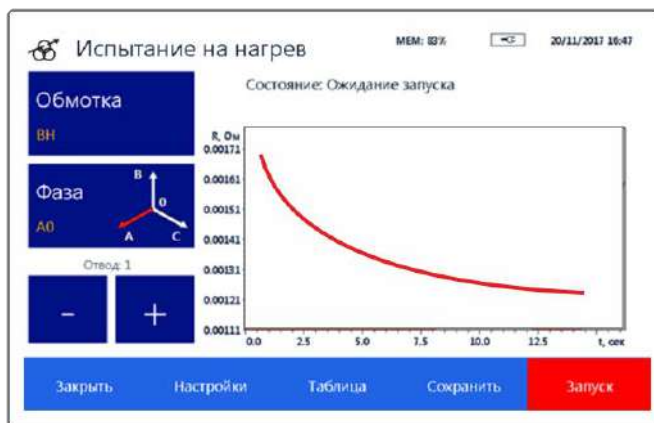

Рисунок 33 – Окно испытания на нагрев
- проверяемую обмотку, нажав кнопку «Обмотка» (рисунок 33);
- фазу, нажав кнопку «Фаза» (рисунок 33);
2) коснуться кнопки «Настройки» в окне теста размагничивания (рисунок 33) или нажать кнопку F2 на клавиатуре прибора и указать:
Для отображения результатов измерения в табличном виде необходимо коснуться кнопки «Таблица» в окне теста (рисунок 33) или нажать кнопку F3 на клавиатуре прибора.